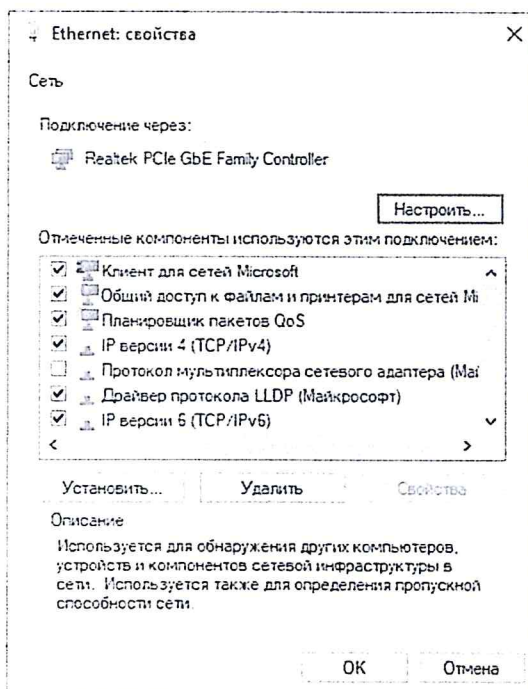

Рисунок 8 – Окно «Ethernet: свойства»
– в окне «Ethernet: свойства» (рисунок 8) выбрать компонент «IP версии 4 (TCP/IPv4)» и нажать кнопку «Свойства»;